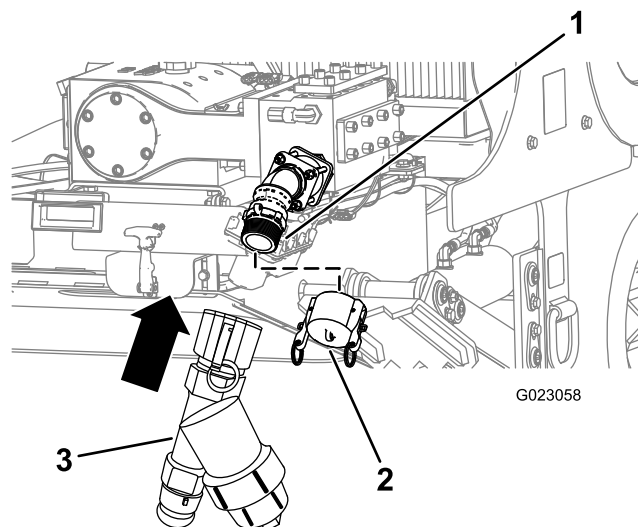

Figure 82
1. Déposez le bouchon d'entrée de la pompe (Figure 82).
2. Alignez le filtre en Y sur le filetage de la pompe (Figure 82).